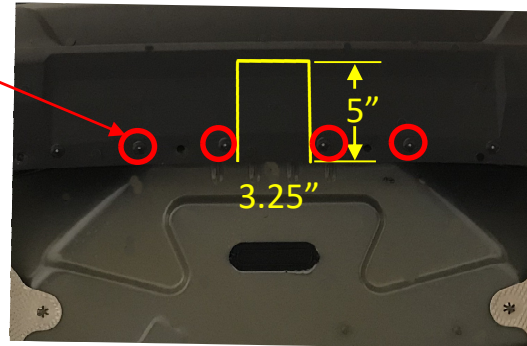

Figura 3
- Retirar el sensor de retroceso (si corresponde):** con una broca de ¼", quitar los remaches centrales (4) que sujetan el sensor de retroceso en su lugar.
- Recortar la fascia:** si corresponde, mover el sensor de retroceso a un lado para evitar cortarlo durante el recorte. Localizar el centro de la fascia y recortar la fascia del vehículo según la **Figura 3**. * Las dimensiones son aproximadas.